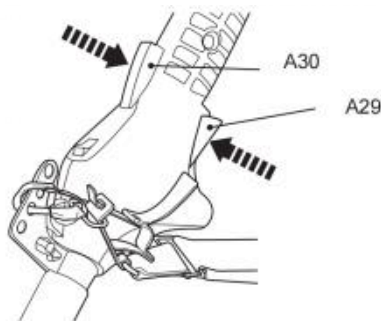

Fig. 39
10. Tryck på gasreglaget (A30) och gasreglaget (A29) för att använda produkten (bild 39).